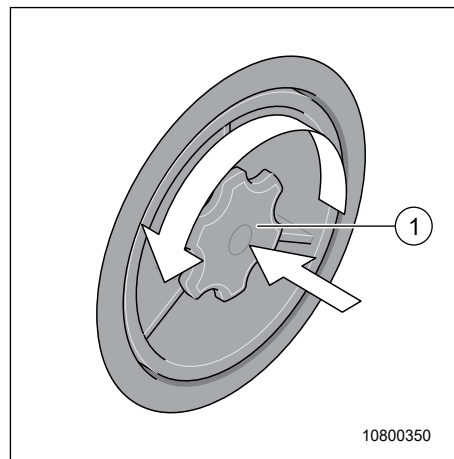

Fig. 96 Bouchon du réservoir de gaz
Le bouchon (Fig. 96) se trouve à gauche à côté de la porte de cellule.
1. Appuyer sur le bouchon (Fig. 96, pos. 1) et tourner dans le sens anti-horaire (fermeture à baïonnette).